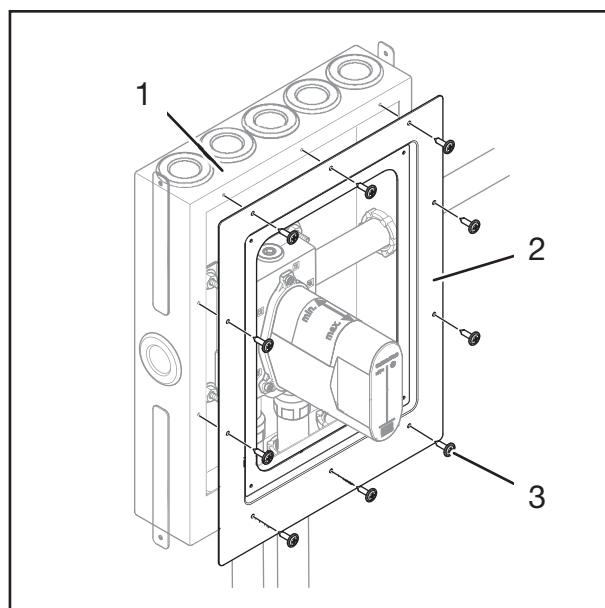

Fig. 12: Montering av ram
1. Positionera ramen (fig. 12/2) på huset (fig. 12/1).